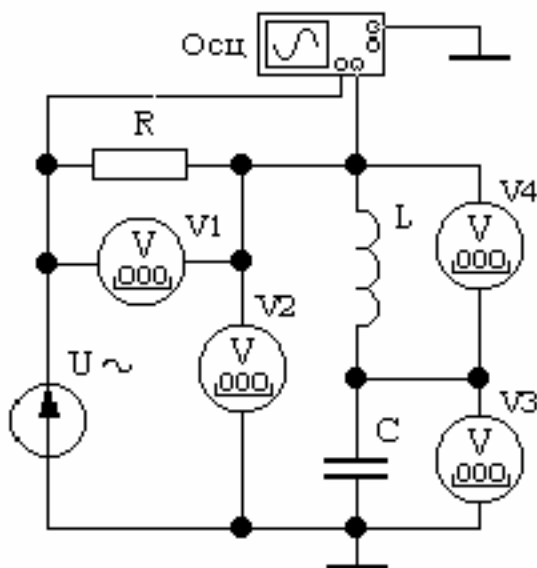

Рис. 6 - Последовательный колебательный контур
Рассчитайте резонансную частоту  $f_0$ , характеристическое сопротивление  $\rho$  и добротность  $Q$  последовательного колебательного контура (рис. 6). Рассчитайте напряжения на элементах контура, резисторе и самом контуре и их фазовый сдвиг относительно входного напряжения на частотах  $f_0$ ,  $0,9f_0$  и  $1,1f_0$ .
1. Соберите последовательный колебательный контур (рис. 6). Цепи, подключаемые к зажимам осциллографа, следует сделать различных цветов. Установите все вольтметры в режим измерения переменного напряжения (AC), их сопротивление 10 МОм.